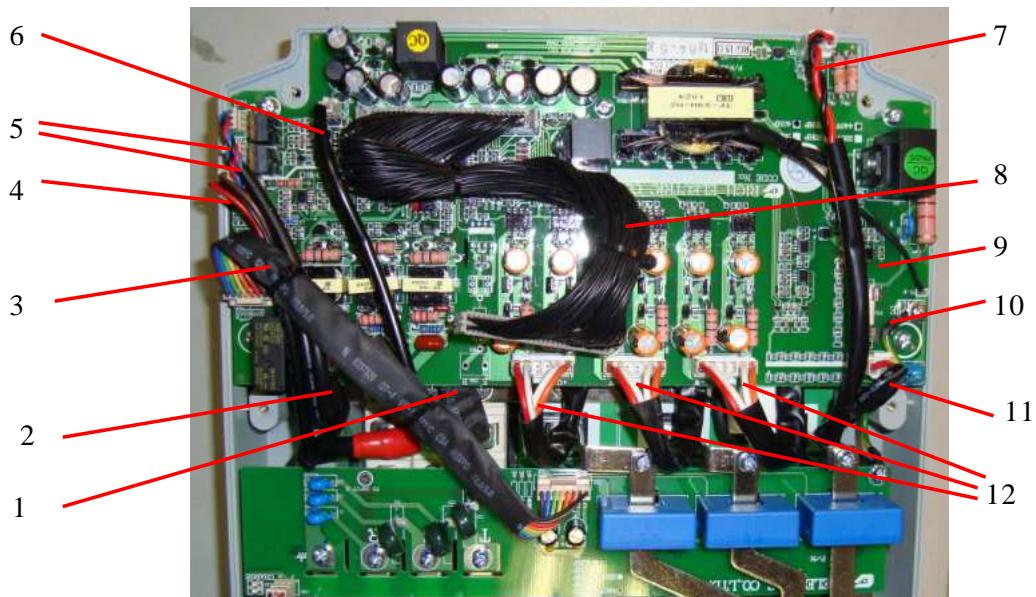

Рис. 7.18
7.9.4. Прикрутить винт крепления провода заземления 2 (рис. 7.18).
7.9.5. Подключить к плате драйверов все кабели и шлейфы согласно рис. 7.18 и Приложению 1.